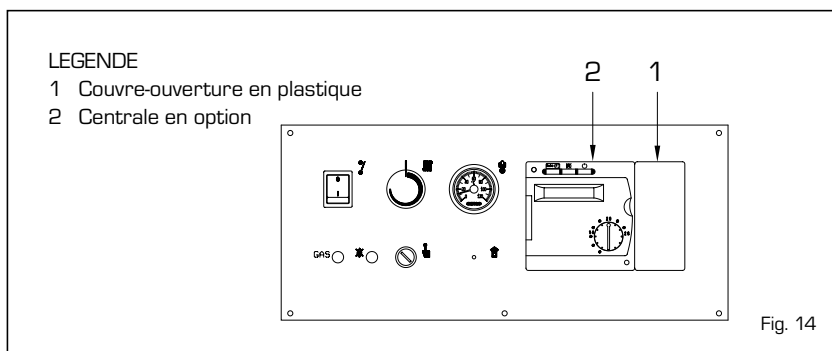

Fig. 14
Toutes les fonctions de la chaudière peuvent être gérées à partir de la centrale optionnelle code 8096303, fournie avec une sonde de température extérieure (SE), une sonde d'immersion chaudière (SC) (fig. 14). La centrale implique le branchement d'une autre série de connecteurs à basse tension pour la connexion des sondes et de l'unité environnement (les connecteurs se trouvent dans un sachet à l'intérieur du tableau des commandes).